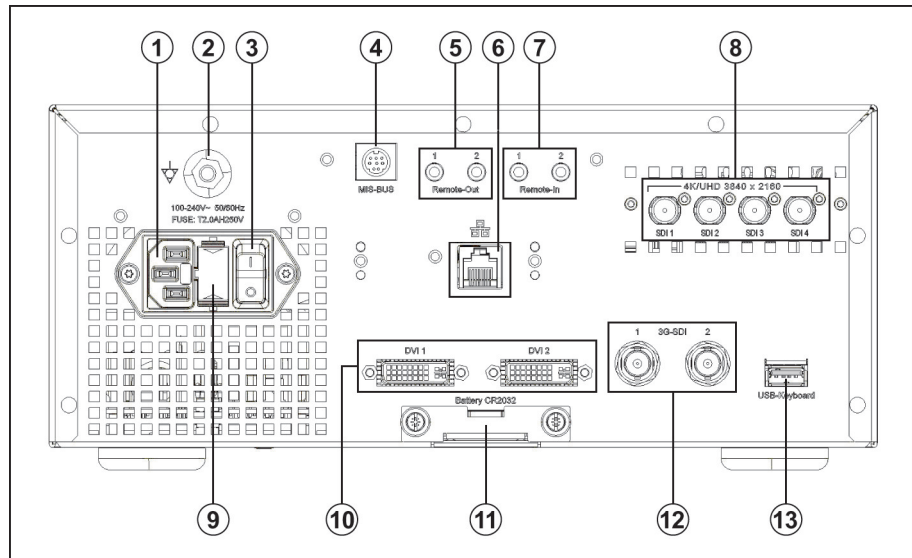

Abbildung 1-2: Rückansicht der Kamerasteuereinheit.
**Legende zu Abbildung 1-2**
- ① Gerätestecker
- ② Potentialausgleichsanschluss
- ③ Hauptschalter für Stromversorgung
- ④ MIS-Bus (MIS-BUS)
- ⑤ Anschluss für Aufzeichnungsgerät (Remote-Out)
- ⑥ Schnittstelle für Service (verblendet)
- ⑦ Anschluss für Fußschalter (Remote-In)
- ⑧ 4x 3G-SDI-Ausgang für 4K/UHD (4K/UHD 3840 x 2160 SDI 1 - SDI 4)
- ⑨ Sicherungshalter
- ⑩ 2x DVI-Ausgang (DVI 1 / DVI 2)